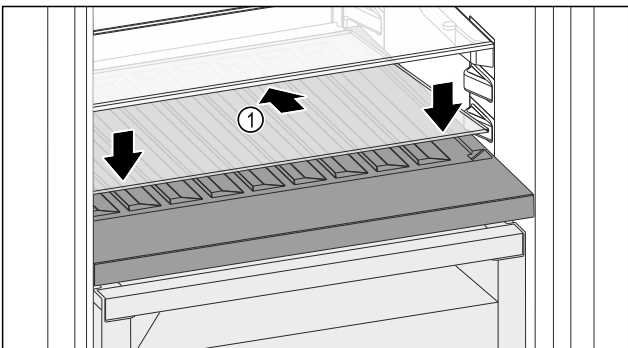

Fig. 112
- ▶ Вставьте стеклянную пластину *Fig. 112 (1)* наискосок и с уклоном назад вниз.
- ▶ Опустите стеклянную пластину *Fig. 112 (1)* спереди.